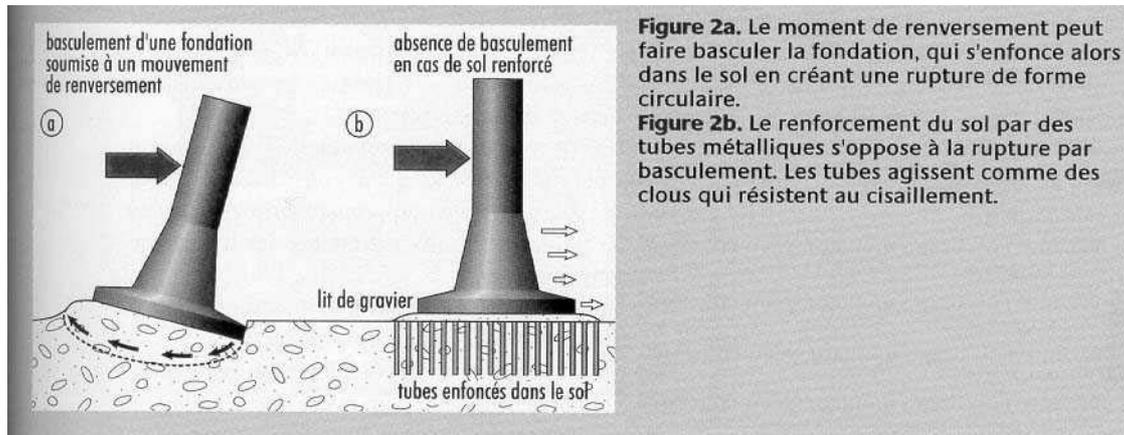

Figure 2a. Le moment de renversement peut faire basculer la fondation, qui s'enfonce alors dans le sol en créant une rupture de forme circulaire.
- si au contraire le moment de renversement est prépondérant, la fondation aura tendance à basculer et à s'enfoncer dans le sol en créant une rupture le long d'une surface de forme circulaire (fig.2a)